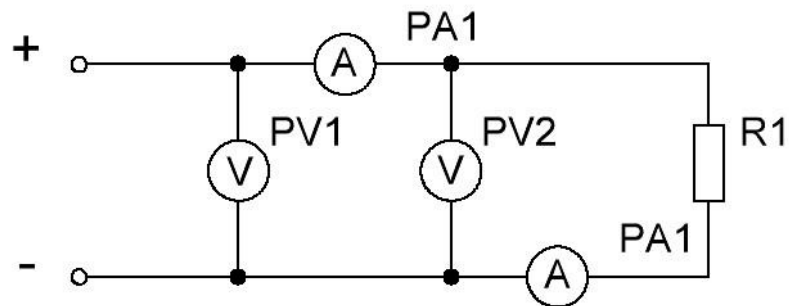

Рис. 2 – Электрическая схема установки с последовательным измерением напряжения и тока
1. Собрать схему (рис. 2). $R_3 = 1 \text{ МОм}$ будет неизвестным сопротивлением большой величины.